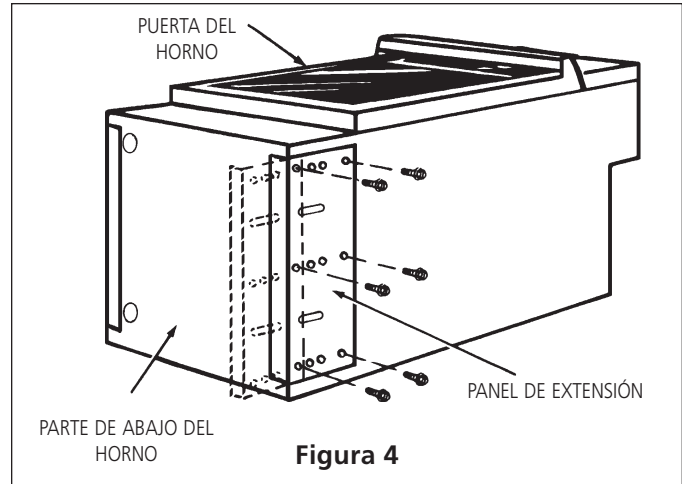

Figura 4
1. Ponga el horno apoyado en la parte trasera. (vea la figura 4)